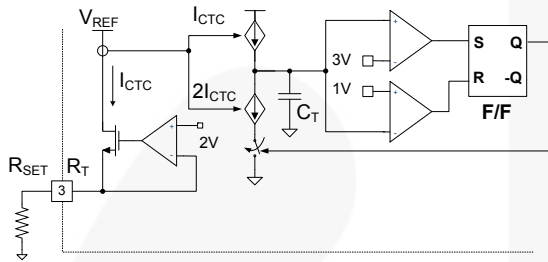

图 17. 电流控制的振荡器
**1. 内部振荡器:** FSFA2100 采用电流控制的振荡器, 如图 17 所示。在内部,  $R_T$  引脚的电压调节在 2V, 并且振荡器电容  $C_T$  的充电/放电电流由从  $R_T$  引脚 ( $I_{CTC}$ ) 流出的电流确定。当  $R_T$  引脚使用电阻  $R_{SET}$  下拉至地时, 开关频率由下式固定: